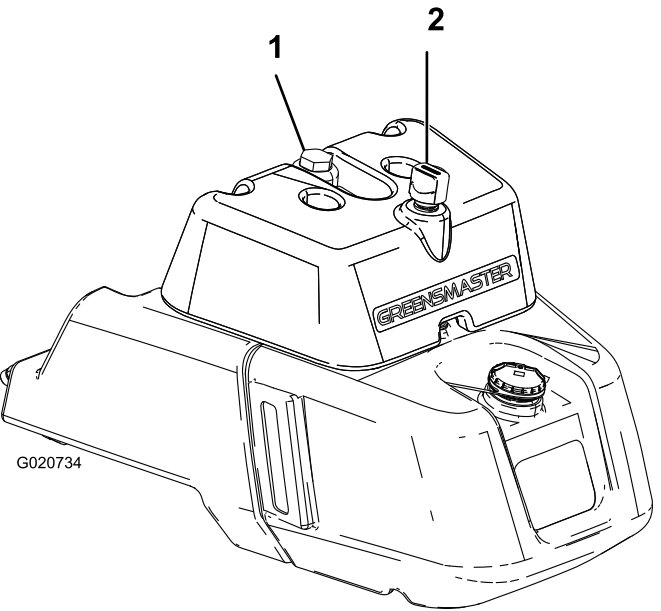

Figura 27
2. Retire el tapón del depósito (Figura 27).